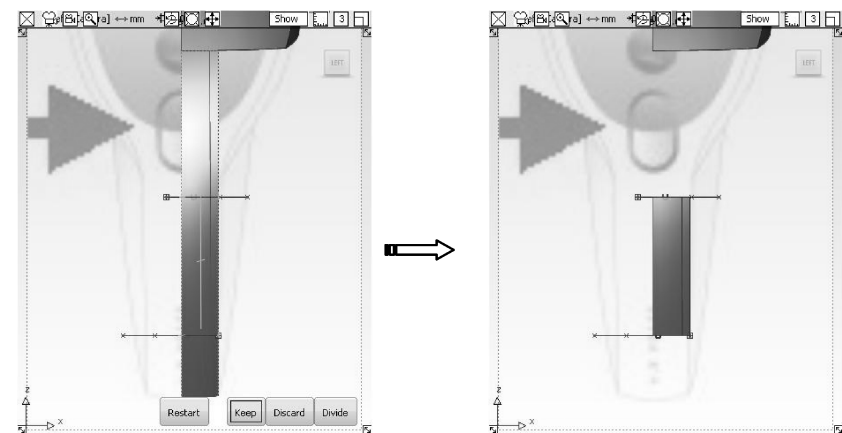

图 9-20 剪切曲面
- 22 选择【Trim】工具, 剪切曲面, 保留中间的部分并隐藏多余的曲线, 如图 9-20 所示。